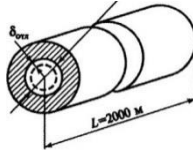

Рисунок 1
2. Определить среднюю толщину солевых отложений в герметичном водоводе внутренним диаметром  $d = 0,3$  м и длиной  $l = 2$  (рис. 1). При выпуске воды в количестве  $\Delta W = 0,05$  м3 давление в водоводе падает на величину  $\Delta p = 1 \times 10^6$  Па. Отложения по диаметру и длине водовода распределены равномерно.
3. Два горизонтальных цилиндрических трубопровода А и В содержат соответственно минеральное масло плотностью  $900 \text{ кг/м}^3$  и воду плотностью  $1000 \text{ кг/м}^3$ . Высоты жидкостей, представленные на рис. 1, имеют следующие значения: